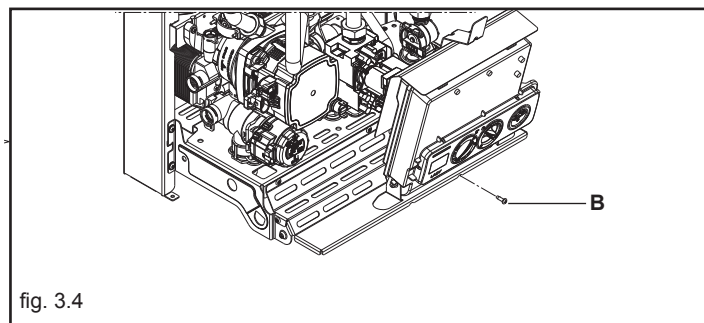

fig. 3.4
- svitare la vite di fissaggio (B) del cruscotto (fig. 3.4)